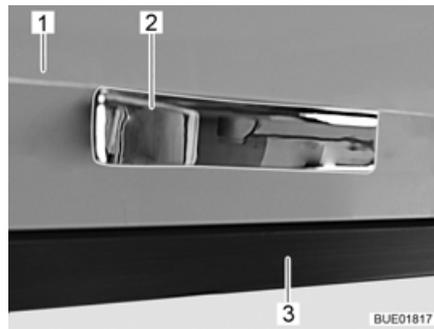

Fig. 72 Trampilla de mueble con desbloqueo por presión
- Presionar la trampilla de mueble (Fig. 72,1) en el tirador (Fig. 72,2) contra el cuerpo del armario (Fig. 72,3). La trampilla de mueble está desbloqueada.